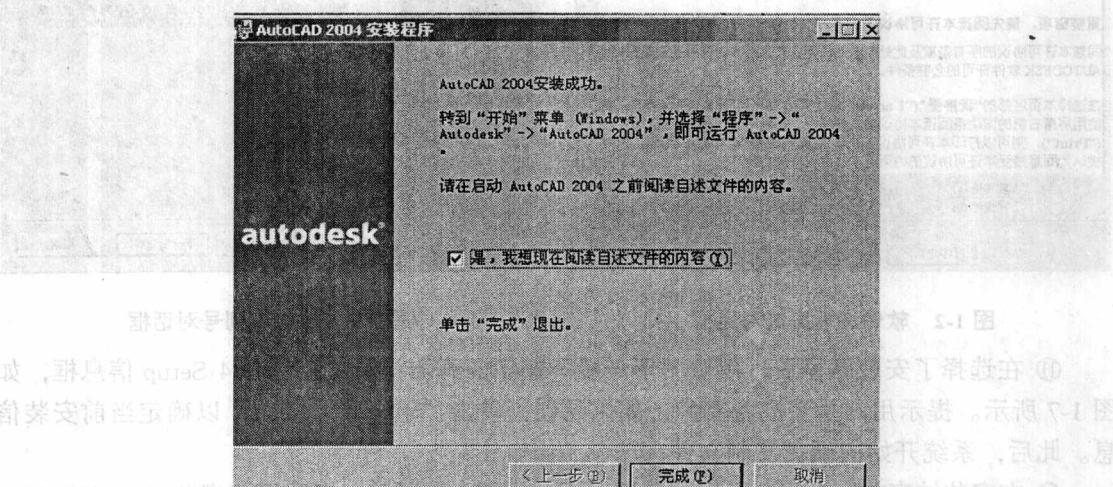

图 1-8 信息提示框
⑫ 在安装结束前, 系统会弹出信息提示框, 如图 1-8 所示, 提示用户安装 AutoCAD 2004 已经完毕, 如果用户想阅读 Readme 文件, 选图中的复选框, 并单击“完成”(Finish)按钮。